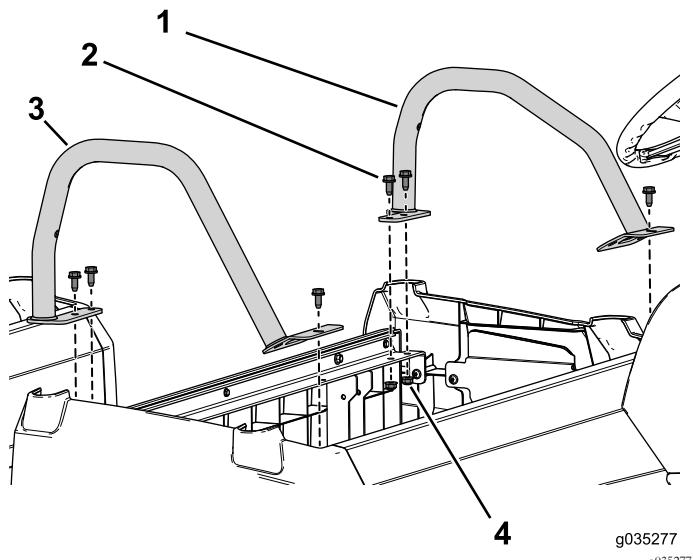

Рисунок 51
- С помощью 6 фланцевых болтов (3/16 x 3/4 дюйма) и фланцевых гаек прикрепите левый и правый ограничители для бедра к переднему основанию сиденья (Рисунок 51).